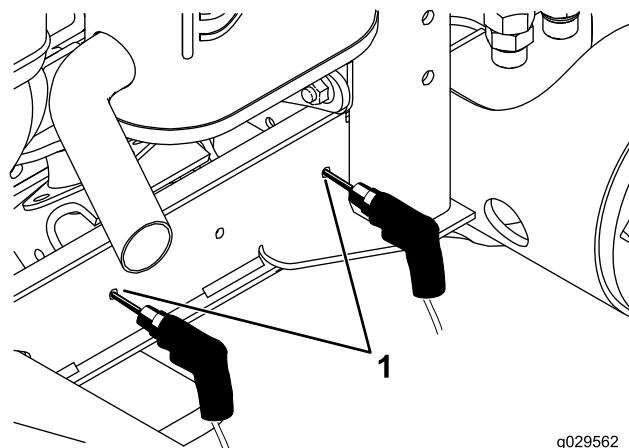

図 5
- クランプとフェンダのマウントをフレームに固定していたボルトとナットを取り外す 図 5。
- ステップ 5 でマーキングした位置2カ所に、直径 7.1mm の穴を開ける 図 5。